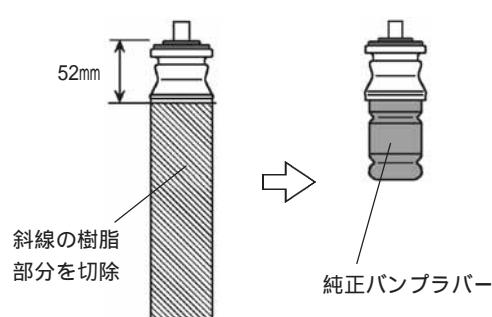

図4-1
- ・ダストブーツ部分が純正アッパーマウントと一体になっている場合は、図4-1を参考に樹脂部分を切除してください。
2. 純正アッパーマウントは、固定されている純正バンプラバーを取り外し、リアダンパーASSYに組付けてください。(図4-1)